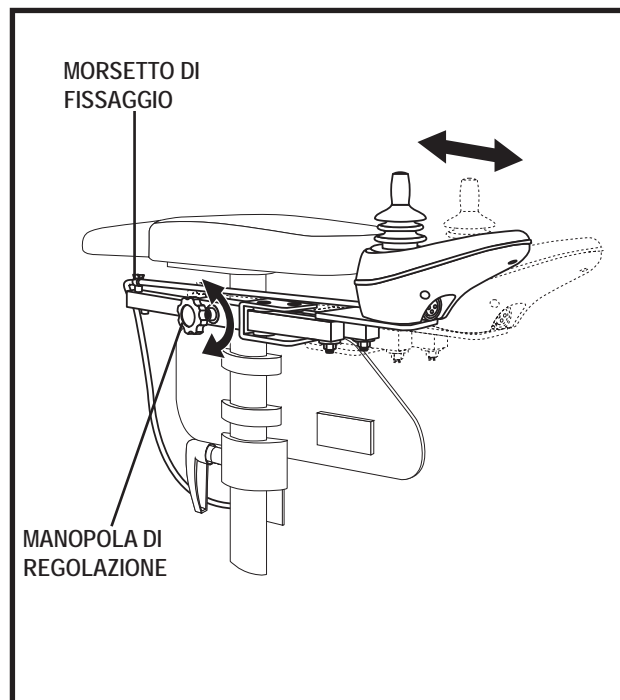

Figura 19. Posizionare la centralina
4. Allentare la manopola di regolazione sul bracciolo dove si trova attualmente la centralina. **Vedere figura 19.**
5. Allentare la manopola di regolazione sul bracciolo dove sarà installata la centralina. **Vedere figura 19.**
1. Allentare la manopola di regolazione sul bracciolo. **Vedere figura 19.**